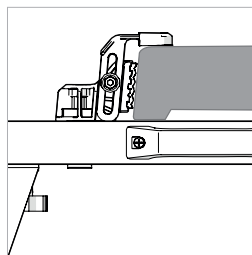

Fig. 18
- Qualora necessario, regolare i morsetti secondari per migliorare il posizionamento e offrire maggior presa alla superficie superiore della base della troncatrice. **(Fig.18)** Stringerle in posizione utilizzando la chiave esagonale in dotazione.